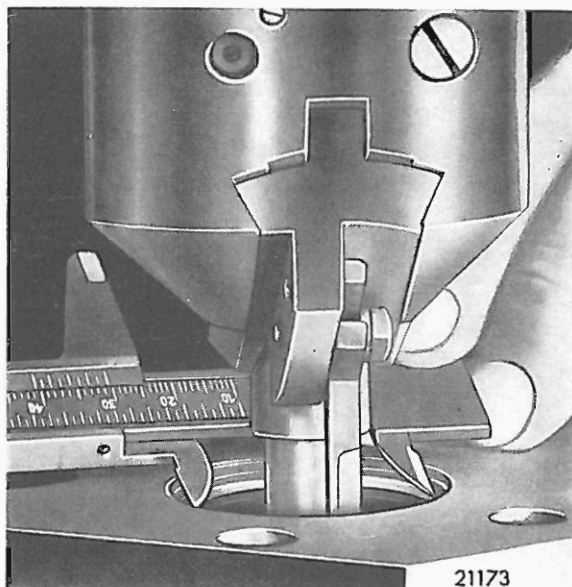

Bild 01-3/7
11. Eine Spanzustellung muß so oft vorgenommen werden, bis der Sitz sauber ist (die Bearbeitungsgrenze darf dabei nicht überschritten werden!) bzw. bei neu eingepaßten Ventilsitzringen der äußere ϕ des Ventilsitzes beim Einlaß und beim Auslaß den in der Tabelle Seite 01-0/4 angegebenen Wert beträgt (siehe Bild 01-3/7). Dann ohne Spanzustellung nochmals durchdrehen.